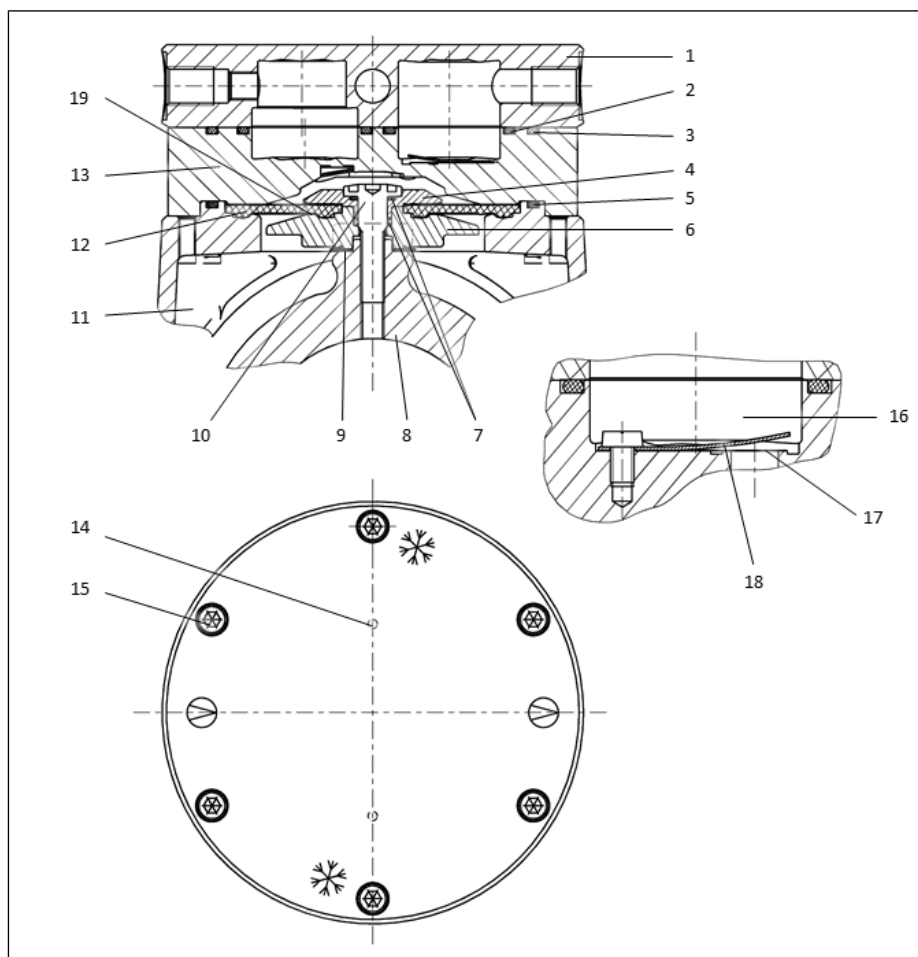

Fig. 18 Pièces de la tête de pompe
** Selon Fig. 18
i Sauf indication contraire, les numéros de position suivants se réfèrent aux Fig. 18.